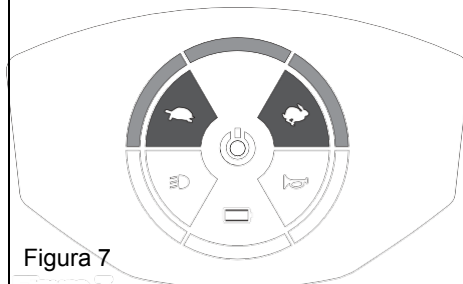

Figura 7
- Existem 3 velocidades diferentes de ajuste: mais rápido 3>2>1 mais lento. (Figura 7)
(1) (2) (3)